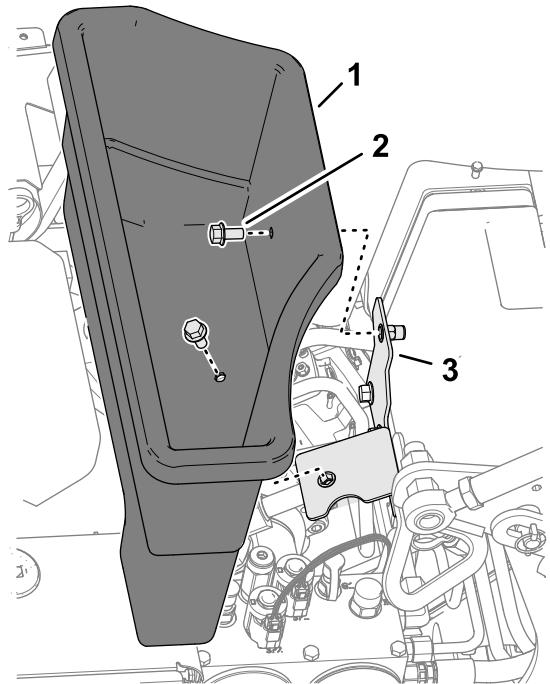

Рисунок 126
- Отверните 2 болта с фланцем, с помощью которых контейнер для хранения крепится к кронштейну контейнера (Рисунок 126).